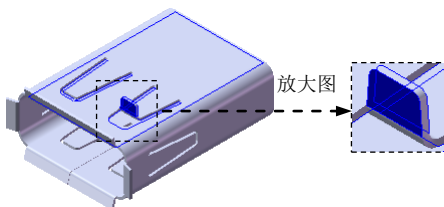

图 10.35 绘制的折弯 1
Step11. 创建图 10.35 所示的钣金特征——绘制的折弯 1。